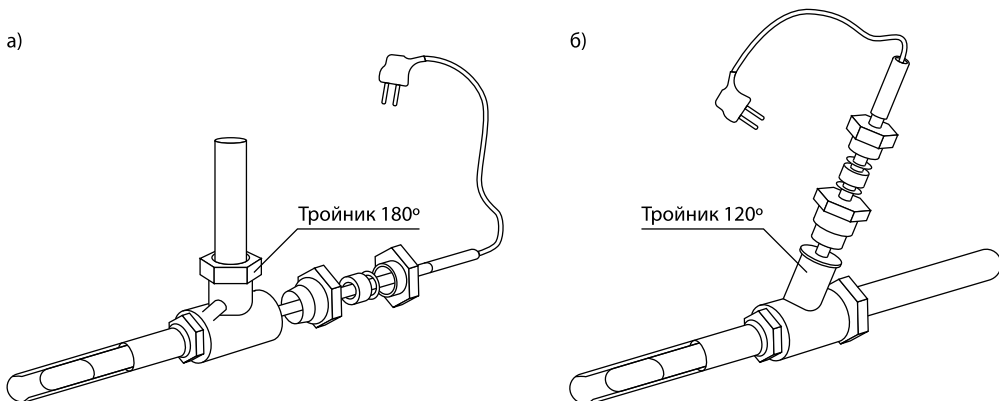

Рисунок 3. Схемы ввода нагревательной секции внутрь трубопровода: а) прямой ввод; б) ввод под углом 120°
7.1.4. Соберите сальниковый узел, затянув втулку уплотнения и втулку зажимную так, чтобы почувствовать сопротивление при затяжке (рисунок 3).